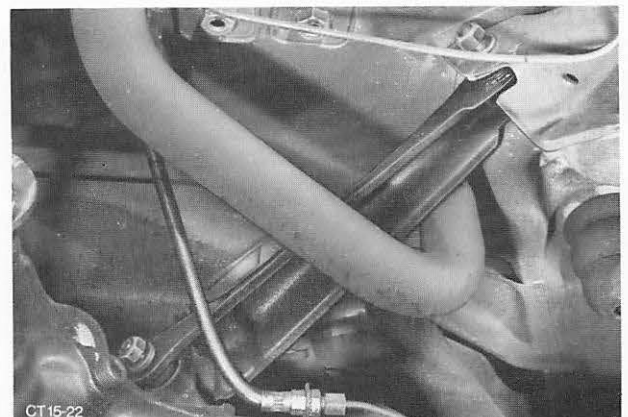

Abb. 28 Längslenker oben von Karosse und Achsgehäuse abbauen
5. Längslenker von Karosse und Achsgehäuse abbauen und herausnehmen. Abb. 28.